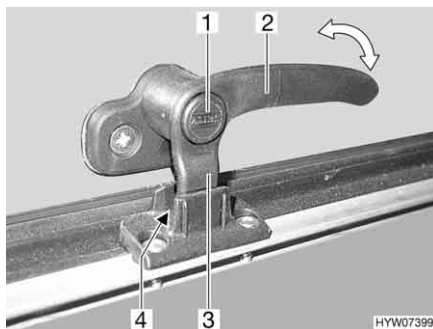
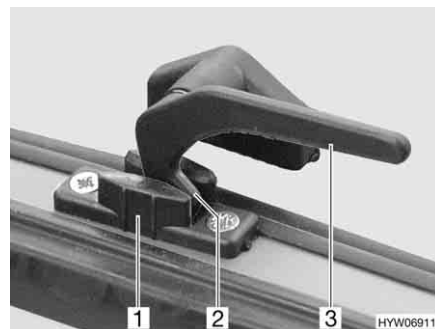

Bild 100 Låsarm med låsknapp i läget
Bild 101 Låsarm i läget "kontinuerlig
- I läget "kontinuerlig vädning" (Bild 100 och Bild 101)
- Tryck på låsknappen (Bild 100,1) om sådan finns och håll den nedtryckt.
- Vrid alla låsarmar (Bild 100,2 eller Bild 101,3) ett kvarts varv mot luckans mitt.
- Vrid tillbaka alla låsarmar. Därvid måste låsspaken (Bild 100,3 eller Bild 101,2) föras in i spåret på lucklåset (Bild 100,4 eller Bild 101,1).